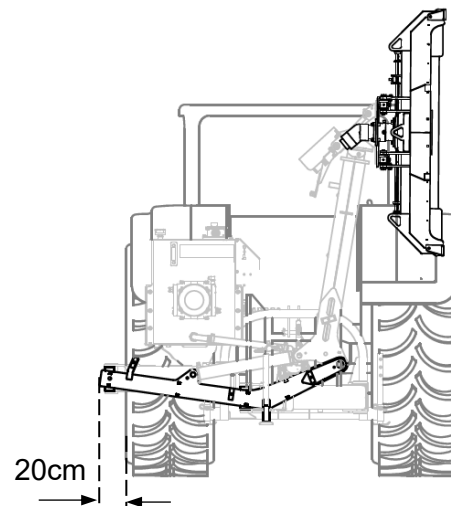

Bild.24
- Placera lyftarm (sidoförskjutning) så att den inte sticker ut mer än 20cm (se Bild.24)